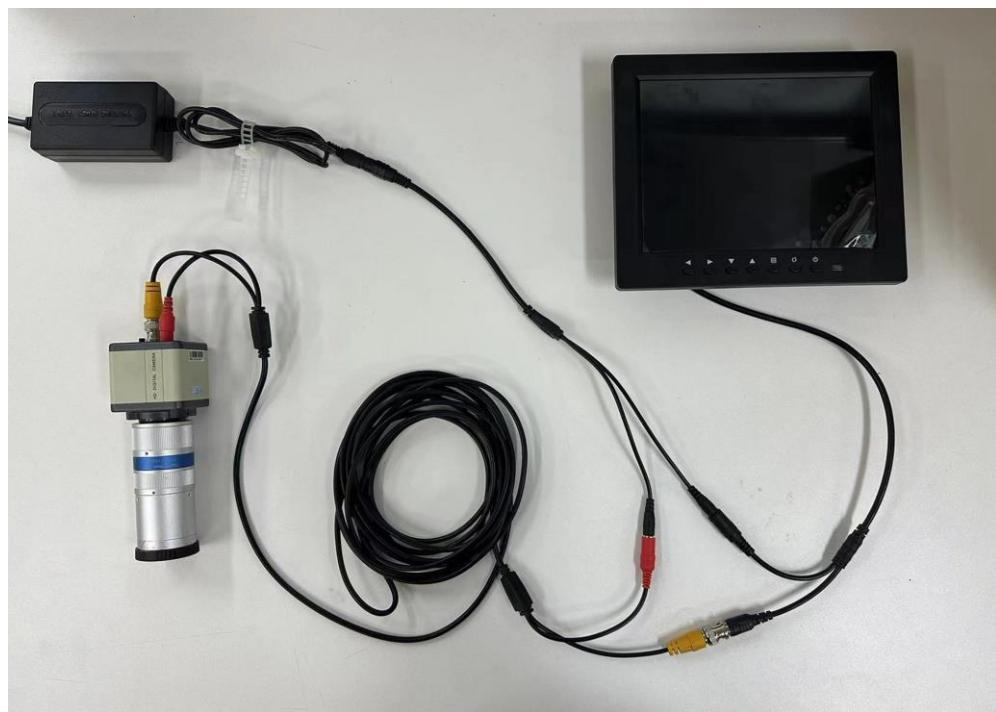

图 2.9
2、本摆动激光焊接头配有具有实时监视焊接过程功能，相机接线情况如下图 2.9 所示：